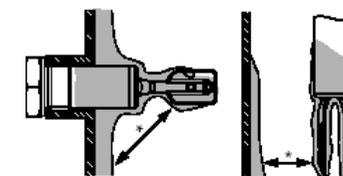

Рисунок 5
2.4.3 При установке в емкости лопатки плотномер должны полностью выступать внутрь и ориентироваться вертикально. При установке следует учитывать возможность налипания на лопатки вязких фракций. Для исключения влияния налипания следует увеличить дистанцию от камертона до стенок емкости (рисунок 5).